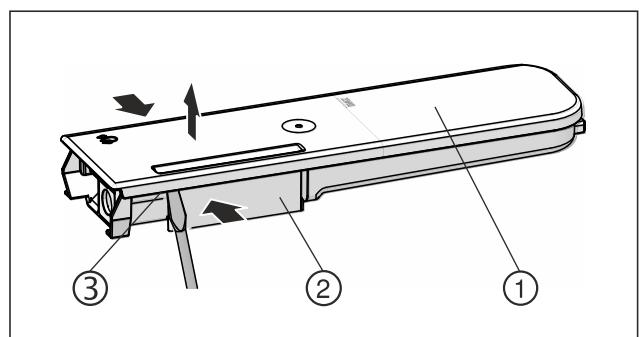

Fig. 135
- Rezervoar za vodo Fig. 135 (2) potisnite skupaj in pokrov Fig. 135 (1) previdno dvignite in povlecite navzgor nad zaklepne utore Fig. 135 (3).
- Pokrov Fig. 135 (1) narahlo potisnite v eno in drugo smer, nato ga odstranite s potiskom navzgor.